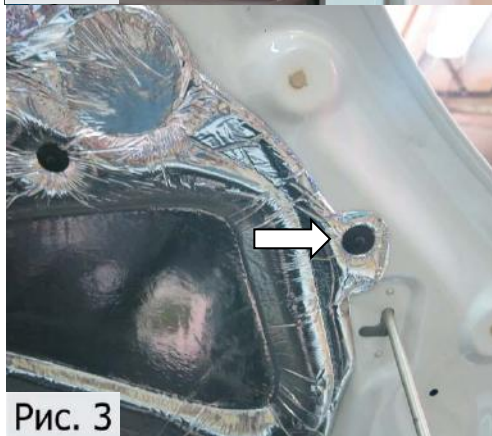

Рис. 3
3. Демонтировать пластиковый пистон (рис.3).